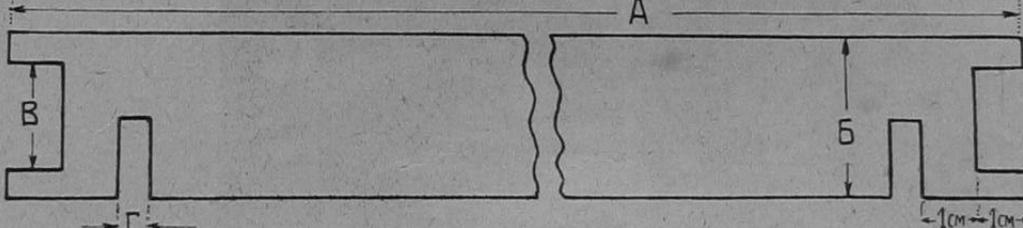

Рис. 1
Из доски толщ. 5—8 мм, в зависимости от размеров рамки, вышливаются четыре дощечки согласно рис. 1. Длина (A) двух из дощечек делается равной внутренней длине чемодана, а дли-